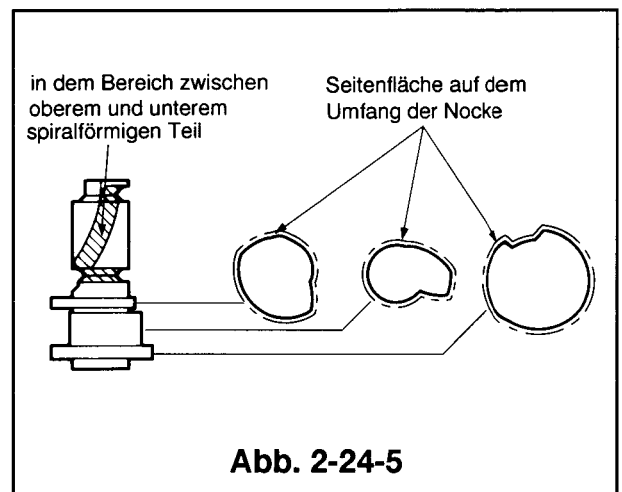

Abb. 2-24-5
- ⑤ Schmierfett (G)[859D055O50] auf die neue Nockenwelle der Andruckrolle wie in Abb. 2-24-5 gezeigten